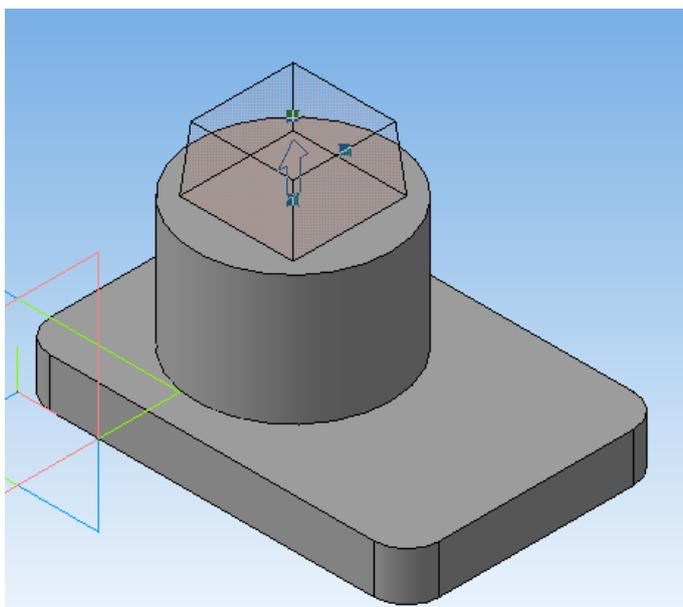

Рисунок 36.
14. Нажмите кнопку «Операция выдавливания»  и вытяните ваш эскиз, указав в параметрах «На расстояние» **20мм** и «угол уклона» **5** градусов, включить кнопку «Внутрь» (рисунок 36).